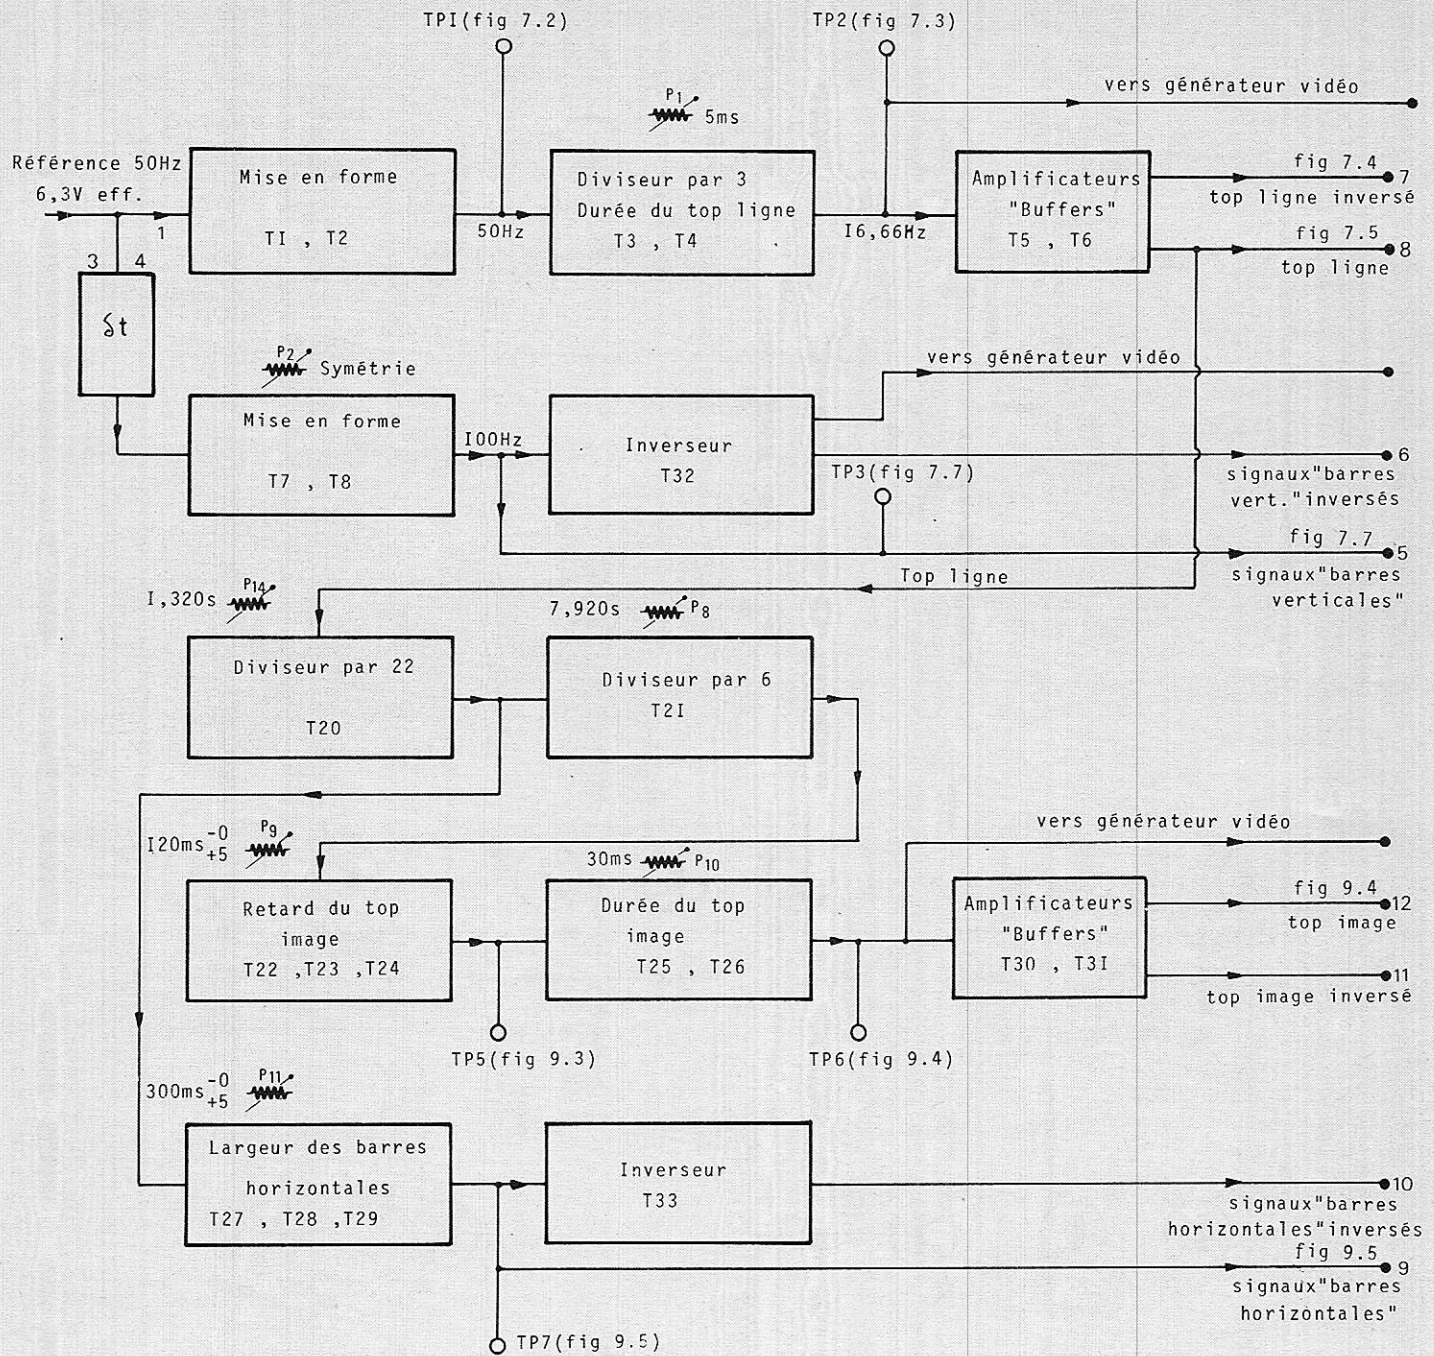

Figure 5
Le synoptique détaillé de cette partie est représenté par la **figure 5**, où figurent également les références des organes de réglage, leurs points de réglage, les références des points tests et les numéros des figures de cet article montrant l'allure des signaux à obtenir.
b) Un signal à 100 Hz symétrique est nécessaire pour la création c' barres verticales dans notre image (vc.. synoptique **figure 5** et synoptique complet **figure 11**) ainsi que pour piloter le circuit qui créera en guise d'image une échelle de gris.